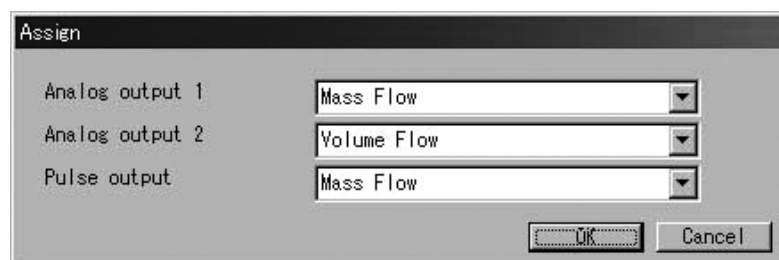

図21
- ② 図21のようなメッセージボックスが表示されます。ここではアナログ出力1, 2及びパルス出力の割付け(アサイン)を行います。